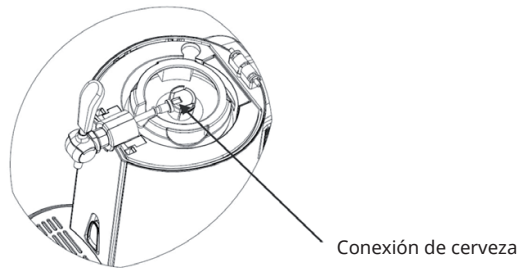

Figura 19
- Siga las instrucciones del barril para instalar el adaptador (la boquilla) suministrado con el dispositivo (consulte las figuras 17 y 18). Conecte el adaptador al grifo. La conexión de la cerveza está ahora conectada (véase la figura 19).